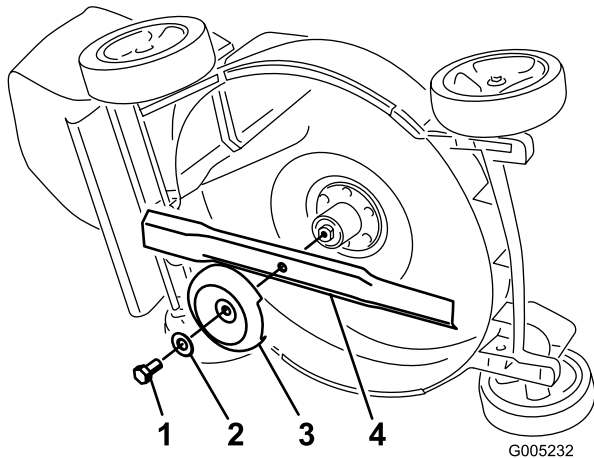

Figura 29
4. Vuelque la máquina hacia su lado **derecho** (Figura 29).
Sujete el extremo de la cuchilla usando un paño o un guante grueso. Retire el perno de la cuchilla, la arandela, el protector de césped y la cuchilla (Figura 29).